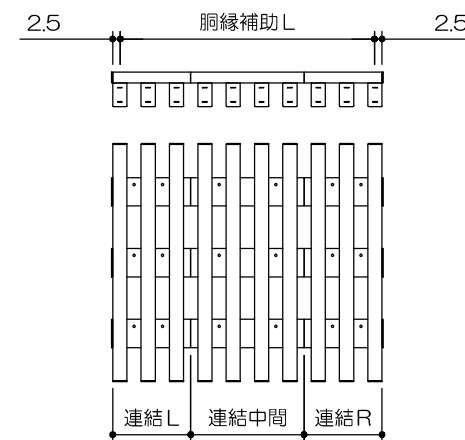

図7. 本体セットの取付(連結仕様)
- 本体セットを連結する仕様の場合は、胴縁補助との左右両端のクリアランスを均等にして取付けてください(図7)。